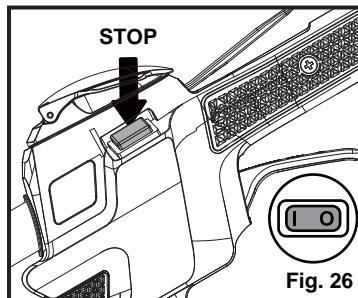

Fig. 26
**Para detener la bordeadora:** Presione el interruptor STOP (detención) hacia la posición “O” hasta que la bordeadora se detenga (Fig. 26).